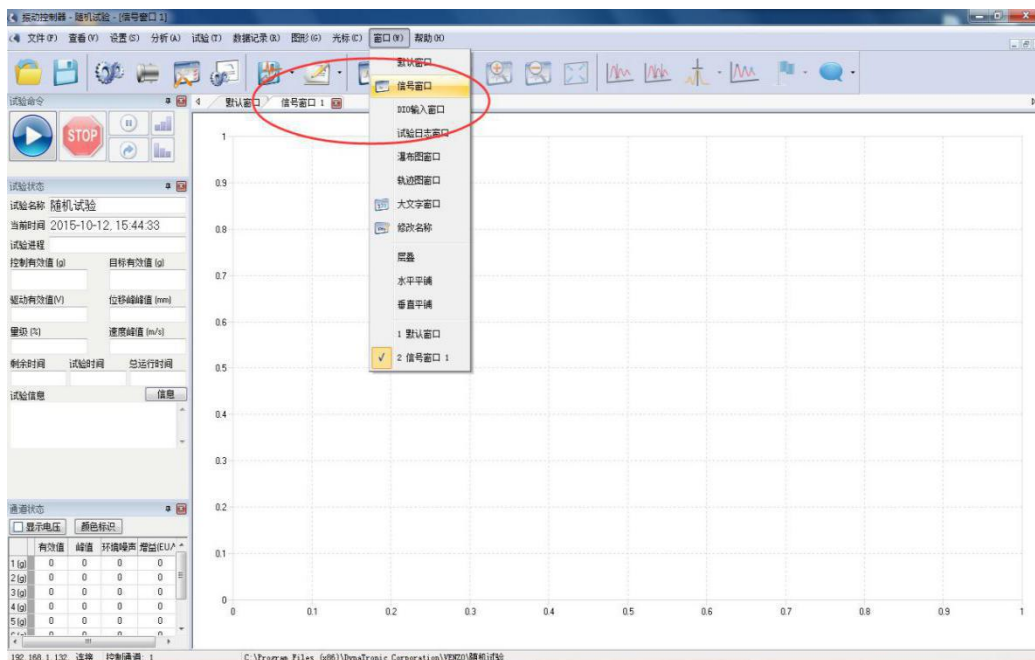

图 2-20
2. 选择下拉菜单“窗口”-“信号窗口”，可增加一信号窗口，如图2-20 所示：